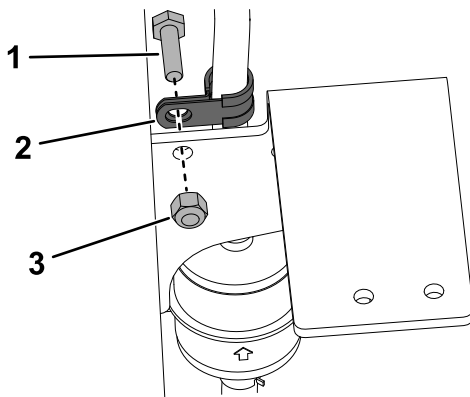

Figura 22
16. Fixezi clemă R pe placă în modul indicat în Figura 22.